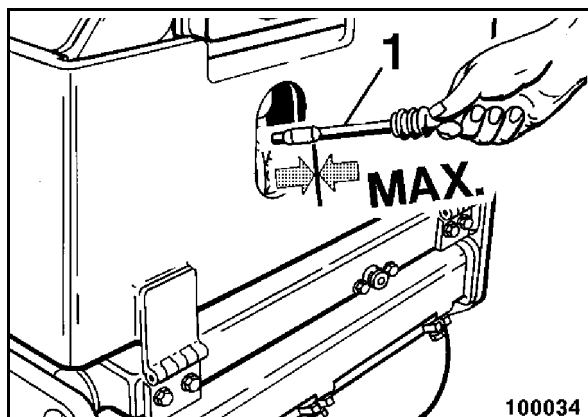

Fig. 59
- Sacar la varilla de medición (de aceite 1) (Fig. 59) del agujero de llenado de aceite.